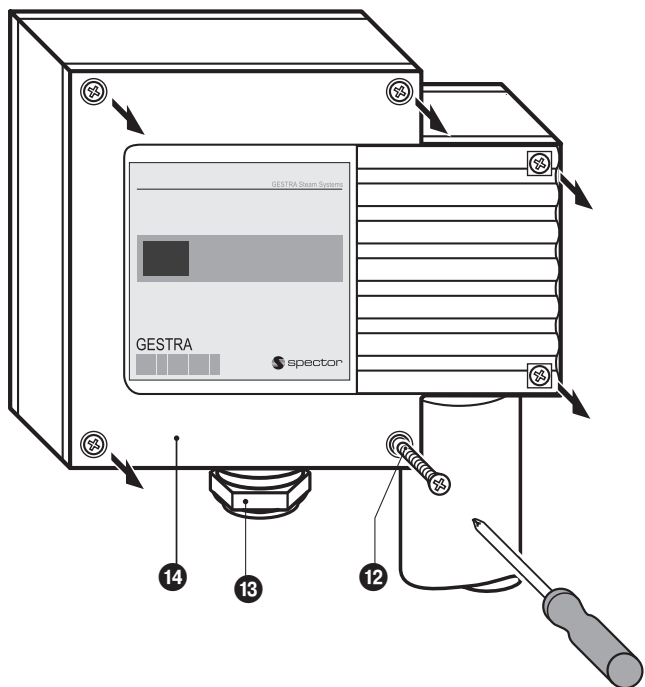

Fig. 13
1. Desserrer les vis 12 et enlever le couvercle 14. **Fig. 13.** La flèche sur la plaque d'identification est dirigée vers le couvercle.
1. Desserrer les vis **12** et enlever le couvercle **14**. **Fig. 13, 14**